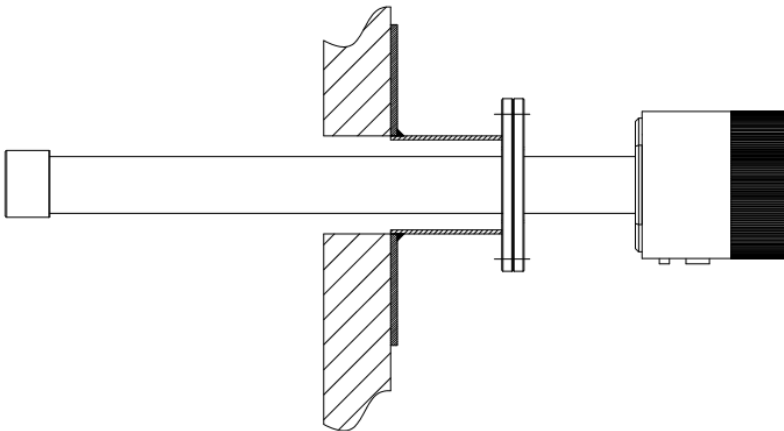

图 19 氧探头直插式安装
- 直插式 ISG 系列氧探头适宜安装于被测介质温度 $\leq 600^{\circ}\text{C}/700^{\circ}\text{C}$ 的工况环境。安装时，如果是水平安装，接线盒上的参比气入口和标准气入口应该面向下面，以免灰尘、雨水进入。请参阅图 19。